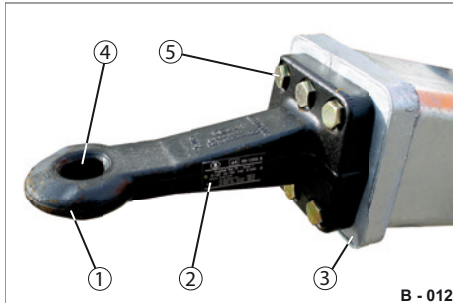

Abb. 11 Verbindungselement
- ▶ Lassen Sie eine verschlissene / deformierte Zugöse nur durch ein Original-Ersatzteil ersetzen - siehe Kennzeichnung (Abb. 11/2) auf der Zugöse.